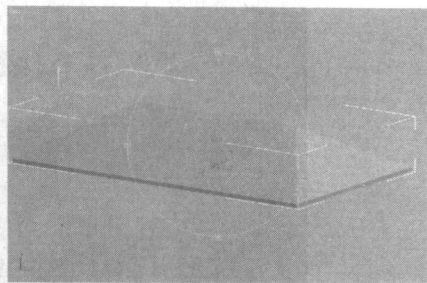

图 1-2-9 执行后的结果
(9) 但这时会发现一个小问题，大家仔细观看上面的结果，会发现在两个面中，其中一棱角很直，而另一个棱角却呈弧面显示，解决的办法很简单。选择屋顶，在  编辑面板的下拉列表中选择【平滑】修改器，赋予屋顶一个【平滑】修改器即可。执行操作后的结果如图 1-2-9 所示。